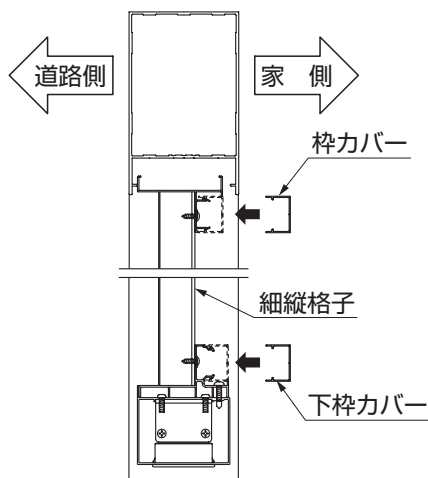

図5-5 A部詳細図
- ②枠カバー、下枠カバーを細縦格子にはめ込んでください。(図5-5参照)